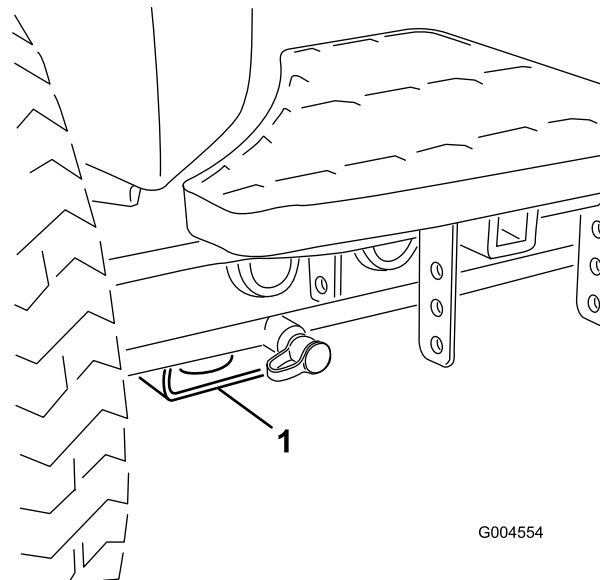

Figura 44
- Dianteira – pastilha rectangular, por baixo do tubo do eixo, dentro de cada pneu dianteiro (Figura 44).